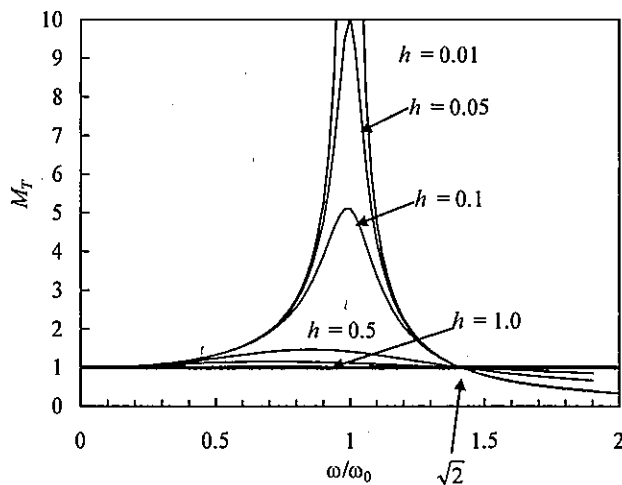

図4 絶対変位応答倍率
ここで、 $h$ 、 $\omega_0$  はそれぞれ構造物の減衰定数、固有円振動数、 $\omega$ は支点変位の円振動数である。また、式(2)で表される絶対変位応答倍率  $M_T$ を振動数比 $\omega/\omega_0$ との関係で示したものが図4である。
where  $h$  and  $\omega_0$  are damping ratio and circular natural frequency of the structure, respectively,  $\omega$  is circular frequency of the support displacement. An amplification factor of the absolute displacement ( $M_T$ ) given by Eq. (2) is given as a function of the frequency ratio ( $\omega/\omega_0$ ) as shown in Fig. 4.